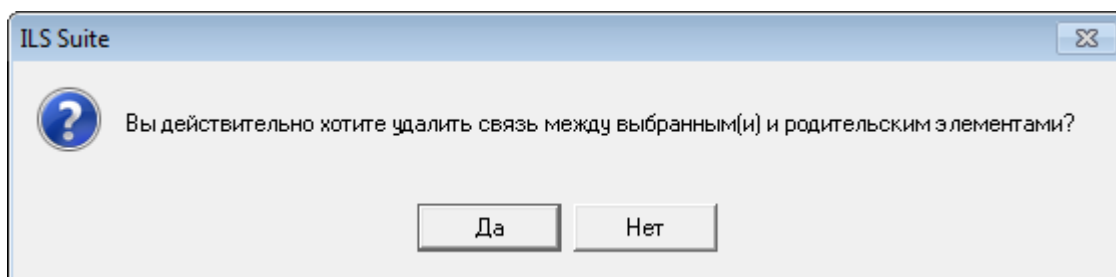

Рис. 18-17 – Диалоговое окно
7) В открывшемся диалоговом окне нажать «Да» для подтверждения действия (рис. 18-17).